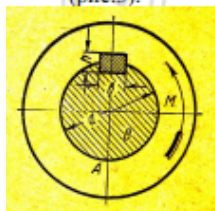

Рис.1.
3. Зубчатое колесо соединено с валом призматической шпонкой с размерами: высота 8мм, ширина 12мм, длина 60мм. С зубчатого колеса передается на вал диаметром 40мм крутящий момент 40кгм. Проверить прочность шпоночного соединения на срез, если допускаемое напряжение среза для материала шпонки $[\tau] = 800 \text{ кг/см}^2$ (см. рис. 1.)
5. Зубчатое колесо соединено с валом призматической шпонкой с размерами: высота 6мм, ширина 10мм, длина 50мм. С зубчатого колеса передается на вал диаметром 50мм крутящий момент 60кгм. Проверить прочность шпоночного соединения на смятие, если допускаемое напряжение смятия для материала шпонки $[\tau] = 1400 \text{ кг/см}^2$ (см. рис. 1.)